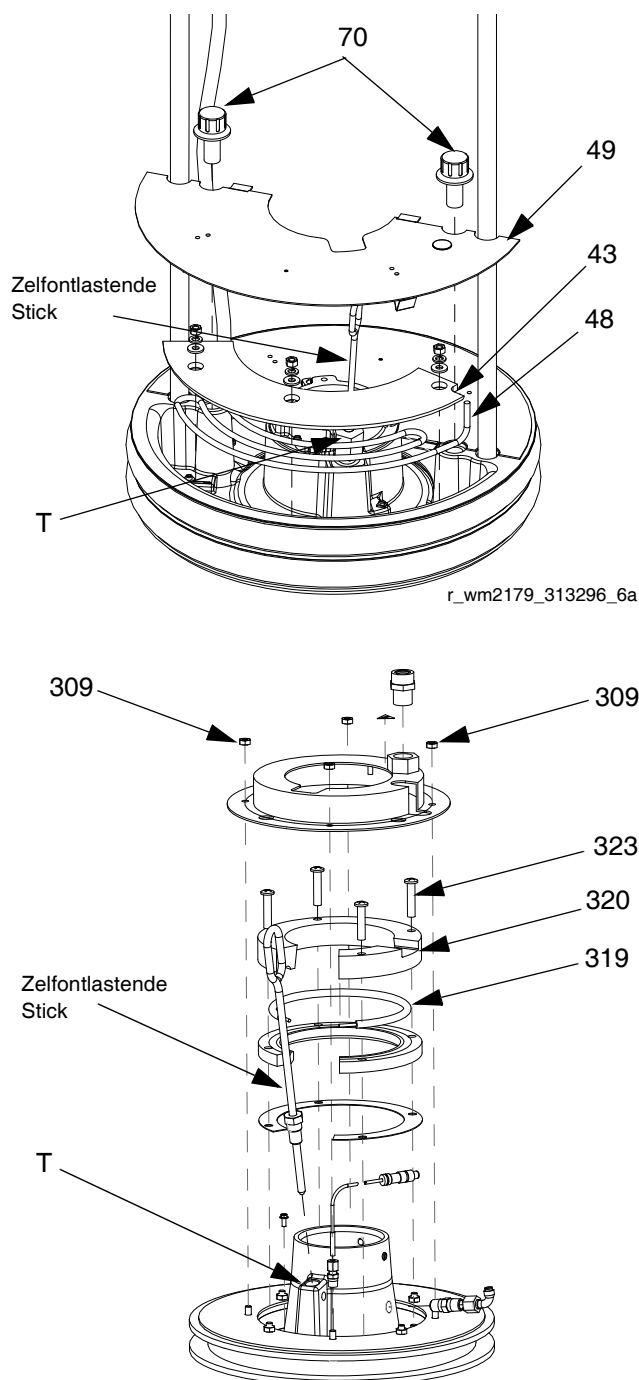

FIG. 30: Verwijder de volgplaatafdekking en verwarmers
4. Verwijder de zelfontlastende stick van de volgplaat. Duw de zelfontlastende stick door de ontluchtingspoort (T), om residu van materiaal te verwijderen. Zie FIG. 30.
5. Verwijder de volgplaatafdekking. Zie FIG. 30.
- a. Verwijder de bevestigingen (70) of moeren (309) van de volgplaatafdekking.
- b. *Voor 55 gallon volgplaten (D200 3 inch en D200s 6,5 inch toevoersystemen):* verwijder beide plaatbeschermers (49) en de aarddraden van de volgplaten.
6. Verwijder overtollige vloeistof. Gebruik een zachte draadborstel op de verwarmingselementen (48) of verwarmers (319). Zie FIG. 30.
7. Controleer de verwarmblokken van de volgplaat (43 of 320) of de verwarmers (48 of 319) op verbrande of gesmolten plekken. Vervang indien nodig de verwarmingsblokken van de volgplaat of verwarmers. Zie FIG. 30.